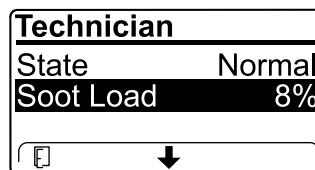

Figura 32
- Vizualizai sarcina de funingine care este măsurată ca procent de funingine din DPF (Figura 32); consultați tabelul cu cantitatea de funingine.